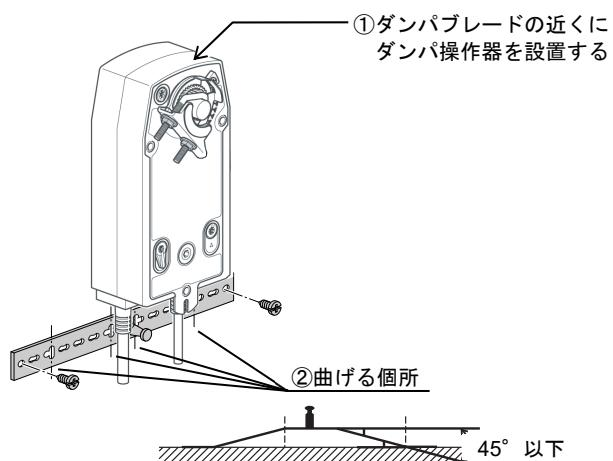

図8 ユニバーサルブラケットの取付時の注意
- ② ユニバーサルブラケットを曲げる。『図8』を参照し、曲げるときは、同一個所で一度のみ、曲げる角度は、45°以下にします。